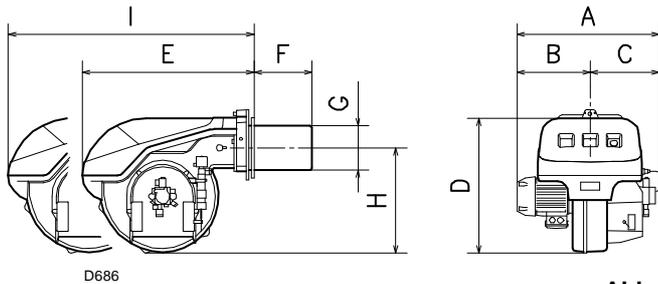

Abb. 2
4.3.2 Abmessungen (Abb. 2) - Richtwerte
Die Brennerabmessungen werden in der (Abb. 2) angegeben. Beachten Sie, dass der Brenner für die Flammkopfinspektion geöffnet werden muss, indem sein rückwärtiger Teil auf den Gleitschienen nach hinten geschoben wird.